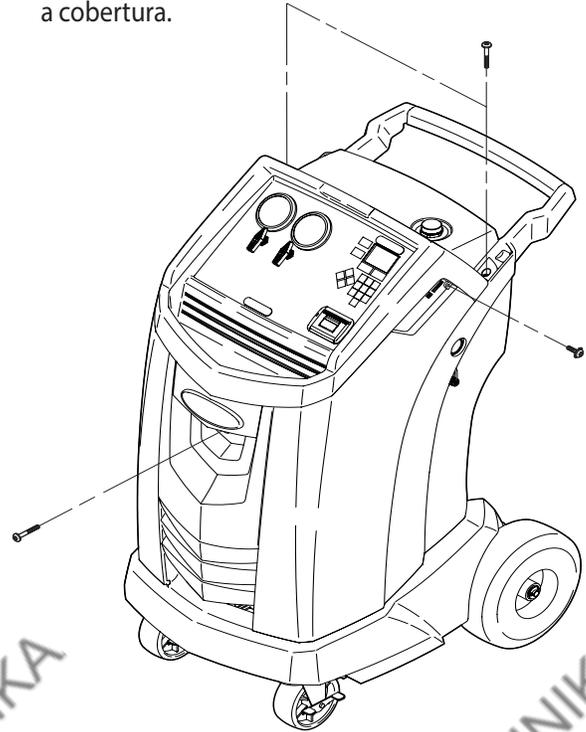

Figura 11
Desligue a máquina. Retire a garrafa de óleo. Retire os quatro parafusos que fixam a cobertura. Ver Figura 11.
2. Retire os quatro parafusos que fixam a cobertura. Ver Figura 11.